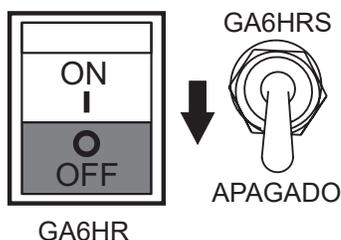

Figura 28. Interruptor de operación (apagado)
4. Para apagar el motor, coloque el interruptor de operación del generador (Figura 28) en posición de **apagado**.